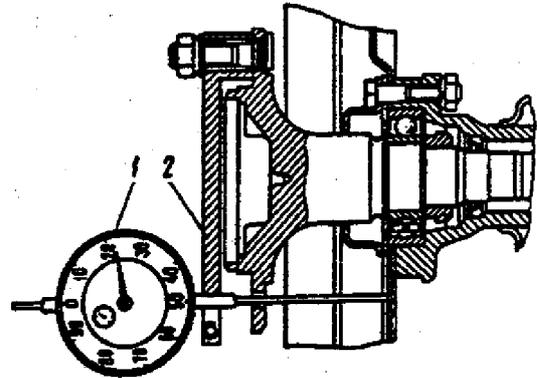

Fig. 3-58. Verificação do curso livre: 1 - micrômetro de dial; 2 - dispositivo de verificação.
- Fixar à semi-árvore o dispositivo de verificação 02.7834.9504. Inserir, por um dos orifícios da semi-árvore, o prolongador do apalpador do micrômetro 1 (fig. 3-58), até apoiá-lo no espelho de freio ou defletor de óleo; fixar o dispositivo.